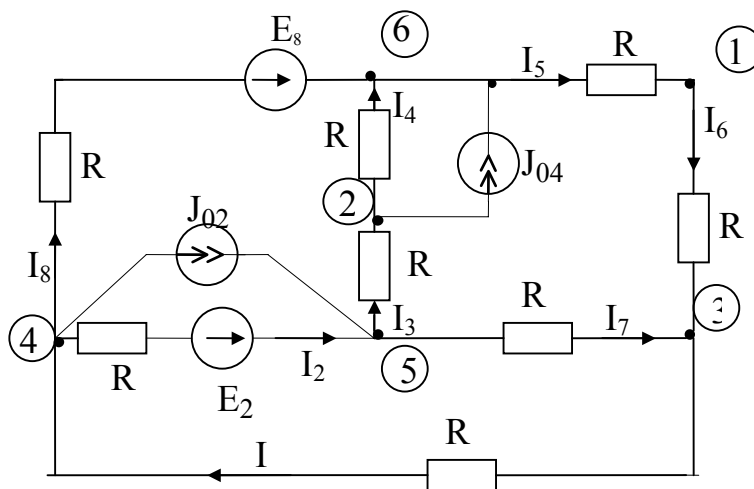

Рис.3.
- включить в ветви сопротивления и заданные источники ЭДС. Источники тока подключить параллельно соответствующим ветвям. Придать элементам схемы удобное для расчета расположение. Обозначить положительные направления источников ЭДС, источников тока, токов ветвей(положительные направления определяются индексами начального и конечного узлов, к которым присоединена ветвь). Всем сопротивлениям, источникам и токам присвоить номера соответствующих ветвей(рис.3).